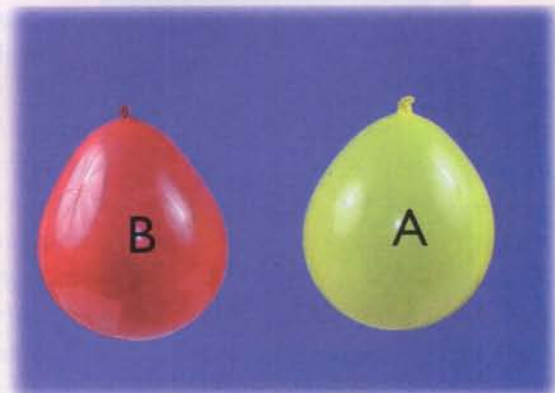

Figura 1.23
4. Espere unos cuantos segundos y observe si ocurre algún cambio en la posición de los globos. **Figura 1.23**.